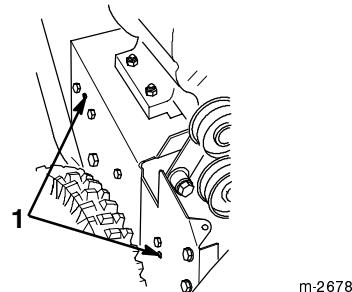

Figure 27
- 16.** Replacez les 2 vis de fixation de l'ensemble de bras de frein de tarière. Vérifiez que les ergots sont bien engagés dans les trous du côté gauche de la déneigeuse (Fig. 27).
13. Replacez les 2 vis de fixation de l'ensemble de bras de frein de tarière. Vérifiez que les ergots sont bien engagés dans les trous du côté gauche de la déneigeuse (Fig. 27).